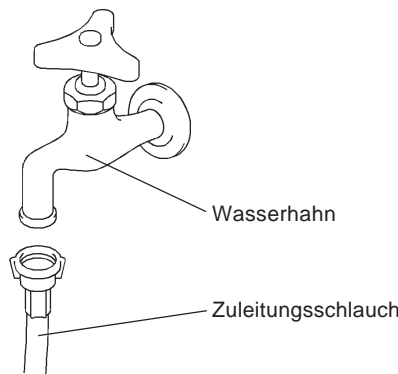

Abb. 10
2) Befestigen Sie das andere Ende des Zuleitungsschlauchs am Wasserhahn (Abb. 10). Achten Sie darauf, dass die Dichtung richtig eingelegt ist, bevor Sie alles wie oben mit der Hand festziehen.